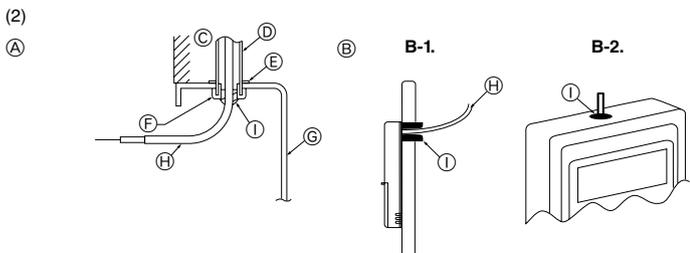

Fig. 6-3
(2) Замажьте сервисный вход в пульт дистанционного управления замазкой для предотвращения попадания капель росы, воды, а также тараканов или червей. (Fig. 6-3)
(3) Для установки в распределительной коробке: